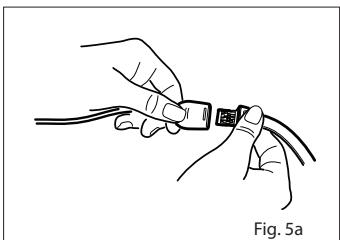

Fig. 5a
- Reportez-vous à la Fig. 5a. Orientez la languette du connecteur du capteur pour que le côté avec les contacts "brillants" soit dirigé vers le haut. Orientez le câble patient avec la barre de couleur et les points d'appui vers le haut.